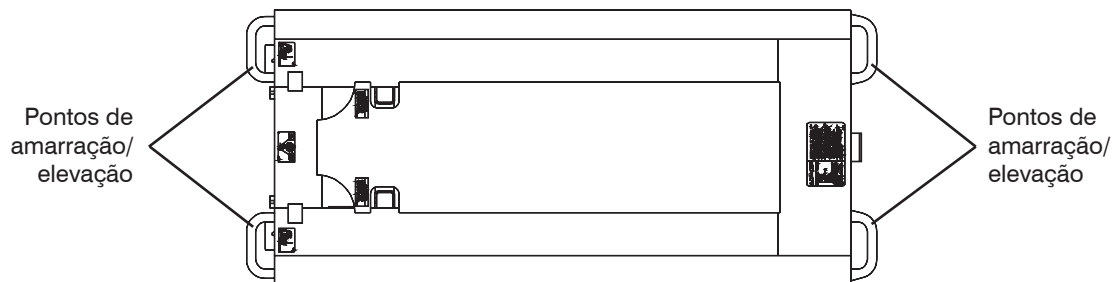

Figura 3-14. Pontos de amarração/elevação
- Os apetrechos de elevação/amarração podem ser amarrados aos quatro pontos de elevação como mostrado na Figura 3-14.
**Durante o transporte, a plataforma aérea deve ser fixada ao caminhão ou à plataforma do reboque. Os pontos de amarração disponíveis estão mostrados na Figura 3-14.**